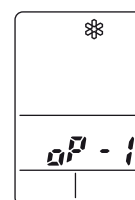

Fig. 59b
- d) Le symbole  apparaît et "oP-1" entre en clignotement sur le cadran d'affichage d'horloge de la télécommande. (Fig. 59b)